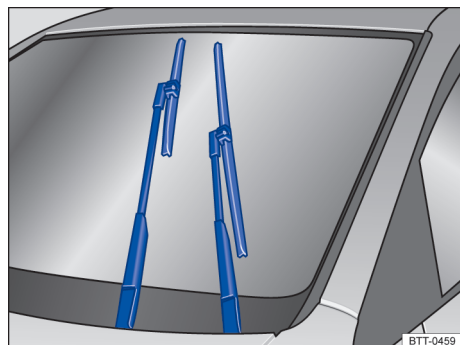

Fig. 107 Limpadores dos vidros na posição de serviço.
Na posição de serviço, os braços dos limpadores do para-brisa podem ser erguidos do para-brisa → Fig. 107. Para colocar os limpadores dos vidros na posição de serviço, proceder conforme a seguir:
- Pressionar a alavanca dos limpadores dos vidros brevemente para baixo → Fig. 107 ④.